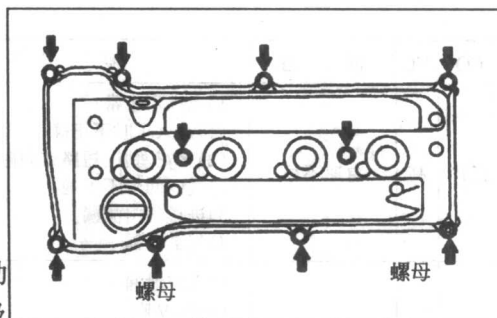

图 1-7
8) 拆凸轮室盖, 如图 1-7 所示。拆螺栓和发动机线束卡夹, 拆卸 8 个螺栓、2 个螺母和凸轮室盖及垫片。